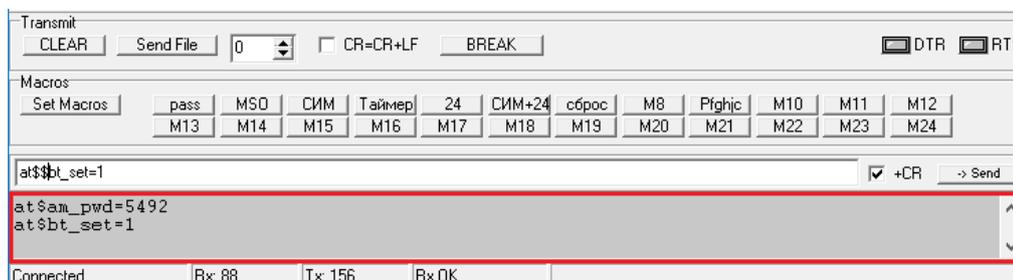

Рис. 3.11 Terminal: команды, отправленные на модем ATM
**Terminal** выводит команды, которые передал на модем ATM, внизу окна, под полем ввода (рис. 3.11).